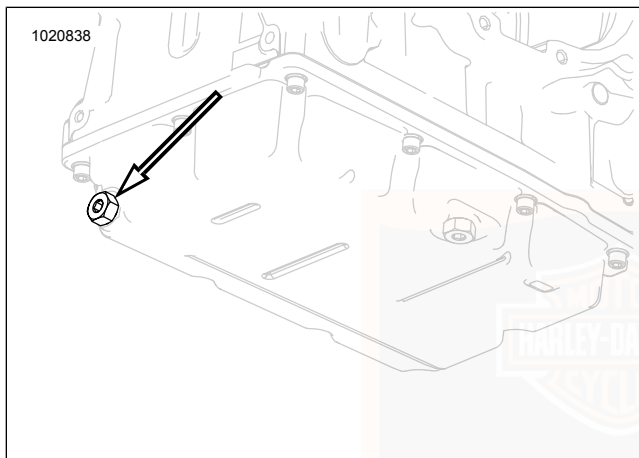

Abbildung 52. Motorölablassstopfen
3. Siehe Abbildung 52. Die Ölablassschraube (2) und den O-Ring entfernen. Das Öl vollständig ablaufen lassen.